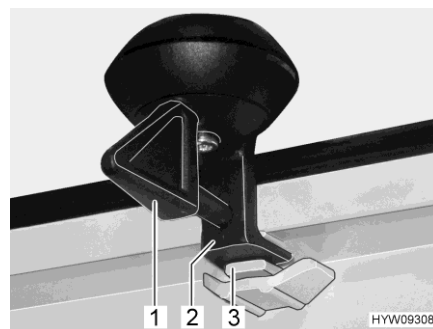

Bild 75 Verriegelung (Lüftungsstellung)
- Den Hebel (Bild 75,1) eine viertel Umdrehung drehen. Die Verriegelung (Bild 75,2) muss in die obere Aussparung (Bild 75,3) gleiten.